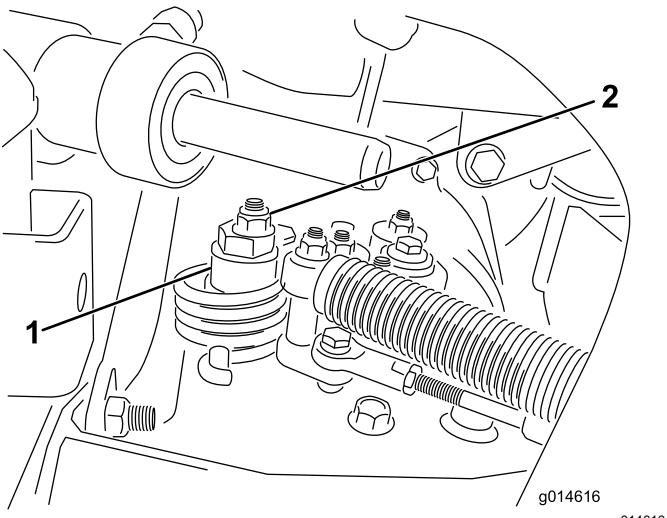

Bild 38
- A. Lösen Sie die Mutter, mit der der Exzenter oben am Hydrostat befestigt ist (**Bild 38**).
- C. Drehen Sie den Exzenter, bis kein Kriechen in jeder Richtung auftritt. Ziehen Sie die Schraube fest, wenn sich das Rad nicht mehr dreht, um den Exzenter und die Einstellung zu arretieren (**Bild 38**). Überprüfen Sie die Einstellung, wenn die Gasbedienung in der LANGSAM- und SCHNELL-Stellung ist.